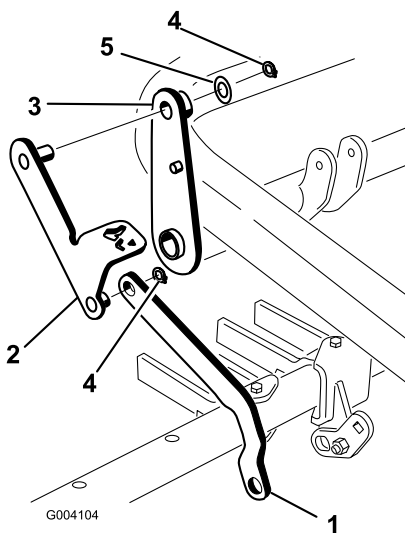

Figure 14
3. Glissez l'extrémité de la biellette de barre porte-outil sur le tenon court du levier de pédale et fixez-la avec une bague de retenue (Figure 14).
4. Passez le tenon sur l'autre extrémité de l'ensemble levier de pédale à travers le haut de l'ensemble levier et fixez-le en place avec une rondelle (7/8") et une bague de retenue (Figure 14).